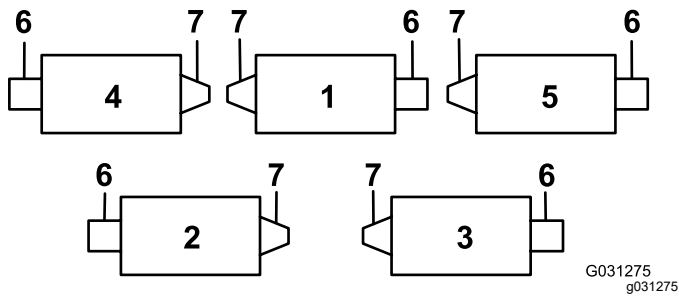
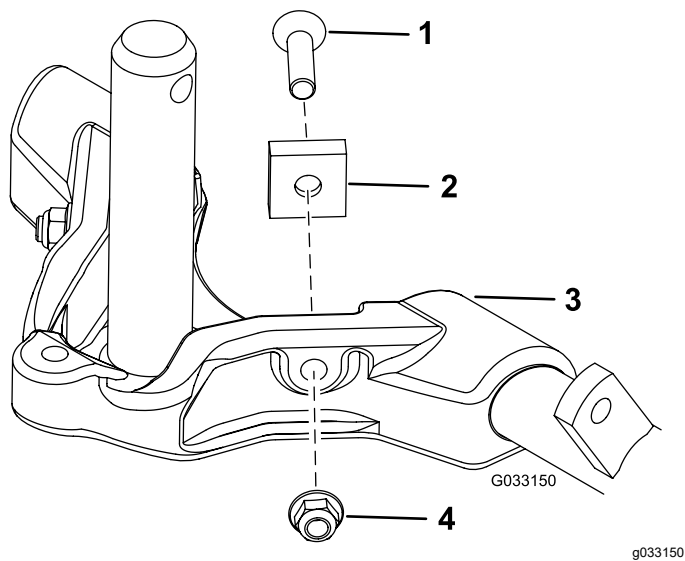

図 12
図 15
**重要**4番左前カッティングユニットと、5番右前カッティングユニットでは、ロッドブラケット取り付けナットを使って、各ユニットのタブの前にホースガイドを取り付ける。ホースガイドは、中央カッティングユニットに向かって傾斜するのが正しい(図12-図14)。
7. 後ろのカッティングユニット2番と3番のキャリアフレームから、ピボットスペーサ、六角ソケットねじ、およびフランジロックナット各2個(図 15)を取り外すことにより、これらのカッティングユニットの首振り追従性能を向上させることができます(図 12)。